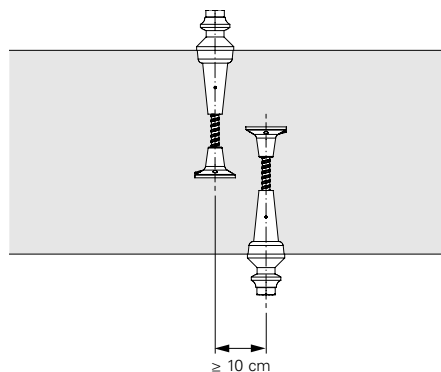

Fig. B1.02
- Cuando  $h_1 + h_2 > d$  los anclajes deben colocarse desplazados en sentido horizontal o vertical. (Fig. B1.02 + B1.03)